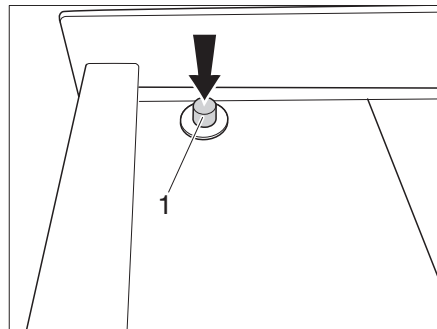

Fig. 5 Bloqueo central - Bloquear
► Presionar el pulsador (Fig. 5,1).